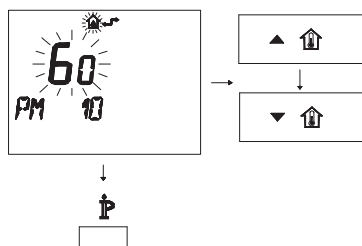

Figura 5.45
- Per modificare il SET programmato agire sui pulsanti o e aspettare che il numero programmato cominci a lampeggiare (Figura 5.45).